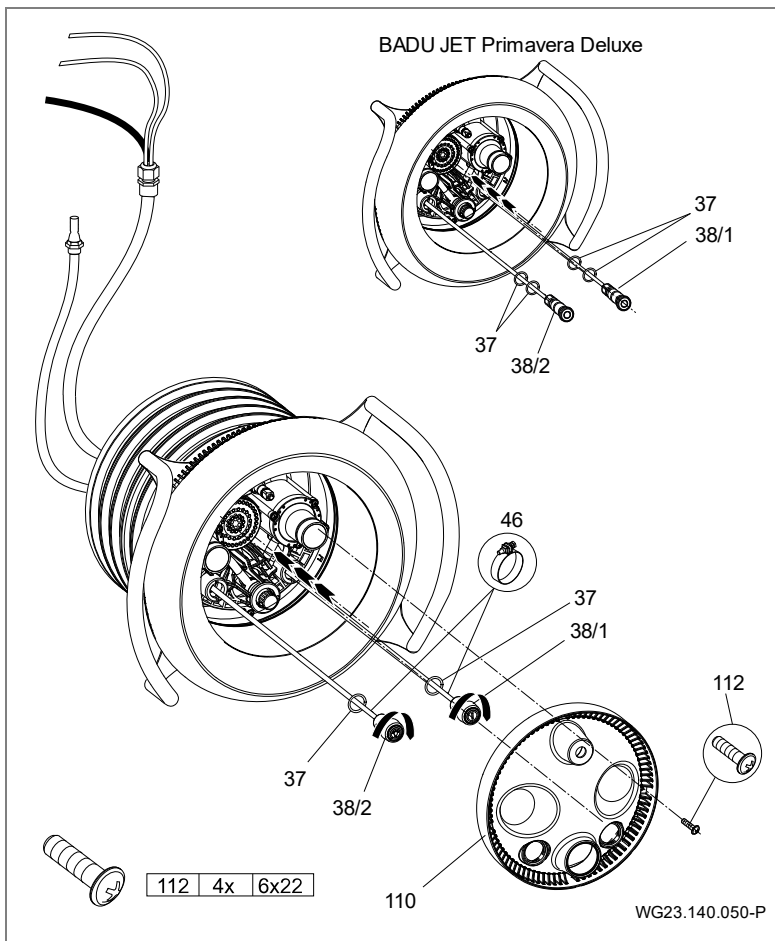

Abb. 20
8. Primavera: Jeweils einen O-Ring (37) auf die Pneumatiktaster (38/1; 38/2) schieben. Pneumatikschläuche an entsprechenden Tastern mit Schlauchklemmen (46) befestigen. Beide Pneumatiktaster in das Düsengehäuse stecken und durch Drehen im Uhrzeigersinn verriegeln. (Abb. 20)
11. Lichtabdeckung (110) auf Düsengehäuse (102.1) zentrisch ausrichten und mit vier Schneidschrauben (112) befestigen. (Abb. 20)